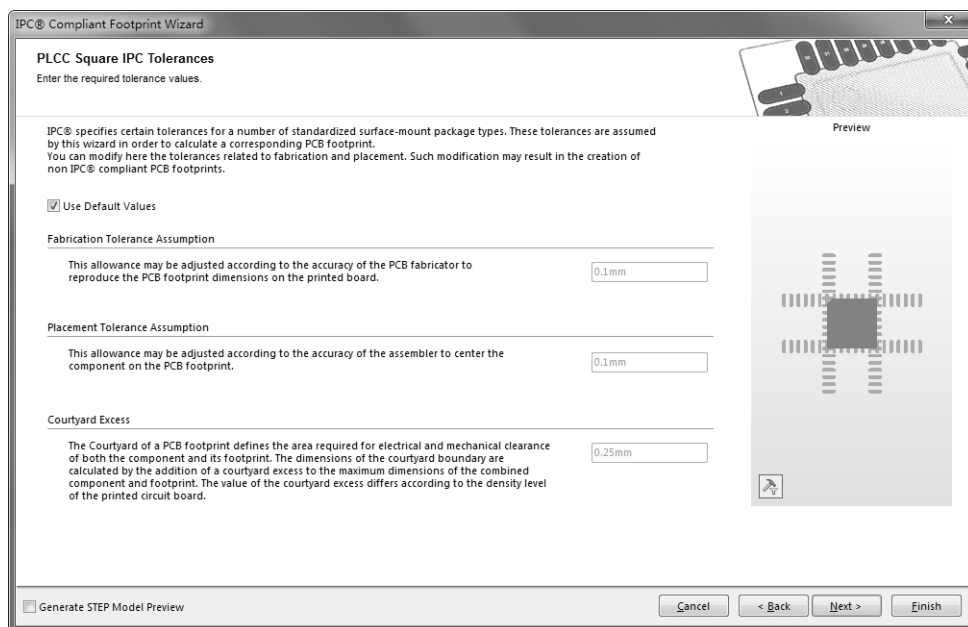

图 11-47 元件公差设置对话框
(8) 单击“Next”（下一步）按钮，进入元件公差设置对话框。在这里将元件公差使用默认值，如图 11-47 所示。